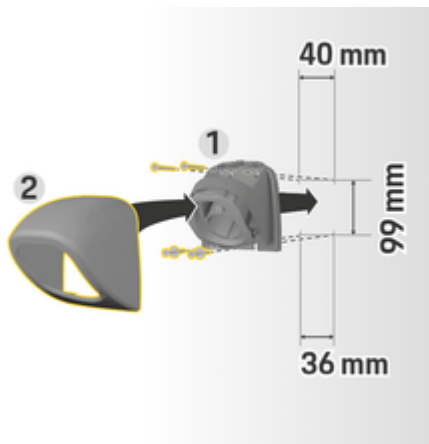

Fig. 3: Dimensões de perfuração
- Remover o fecho do conector **1** (Fig. 3) da capa **2** (Fig. 3).
- Aparafuse o fixador do conector **1** (Fig. 3) à parede.
- Coloque a cobertura **2** (Fig. 3) no fixador do conector **1** (Fig. 3) a partir de baixo e empurre para cima.